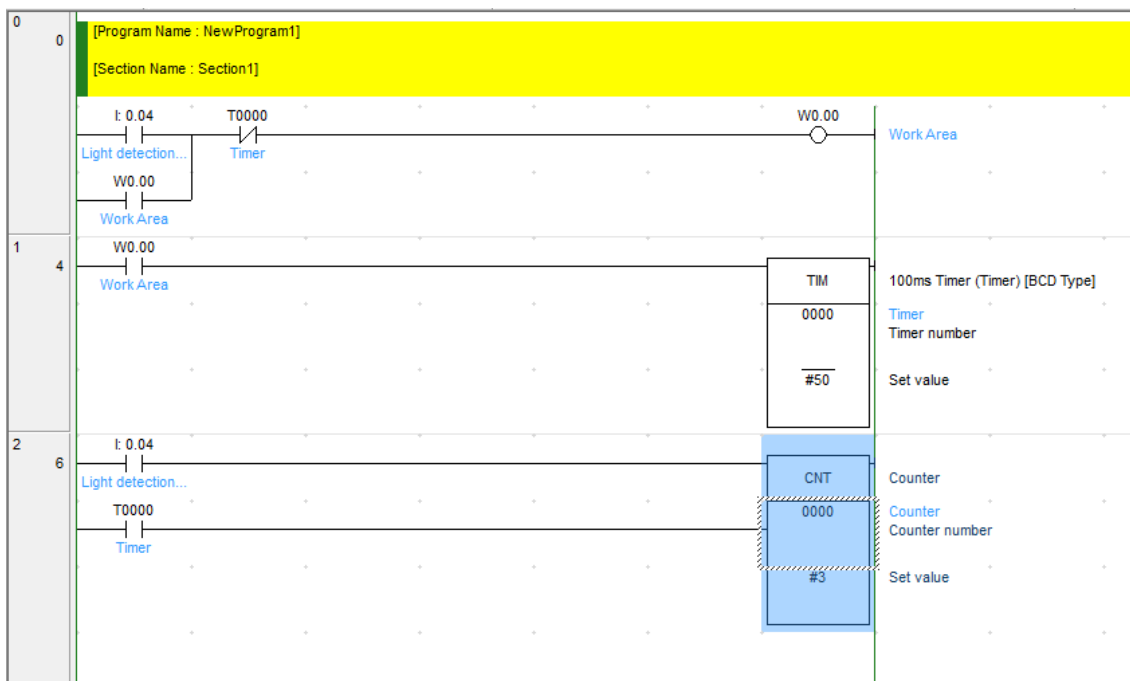

Рисунок 40 – Завершение ввода счетчика
На лестничной диаграмме отобразится команда счетчика. После этого введите вход сброса для команды счетчика. В качестве входа сброса будет использоваться контакт таймера T0000 (рисунок 40).
5. Расположите курсор под контактом, который был создан на Шаге 1 и введите контакт T0000 (рисунок 40).